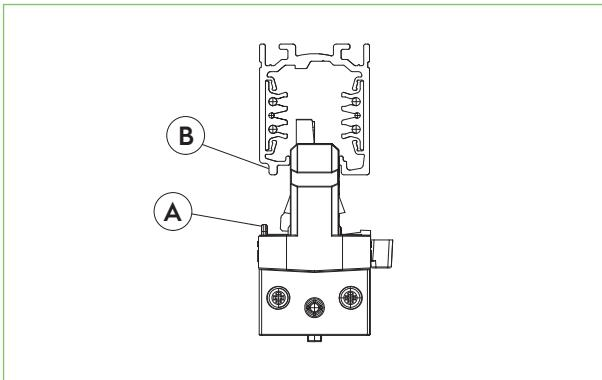
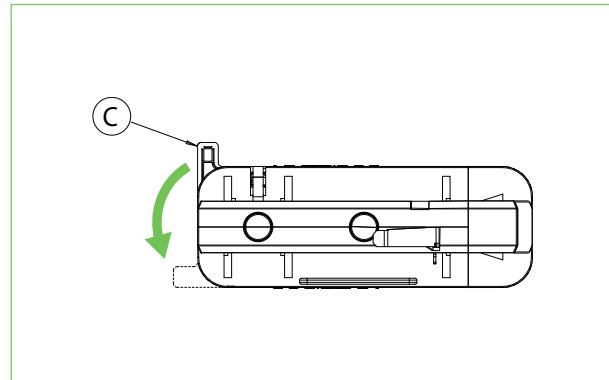

Fig. 3 Chiave meccanica
Fig. 4 Rotazione camma
Inserire l'adattatore nel binario, in modo tale che la chiave meccanica (A) dell'adattatore si trovi con lo scarico (B) presente sul binario (fig3). Ruotare la leva della camma (C) di circa 90°, assicurandosi di arrivare nella posizione di blocco (fig.4).